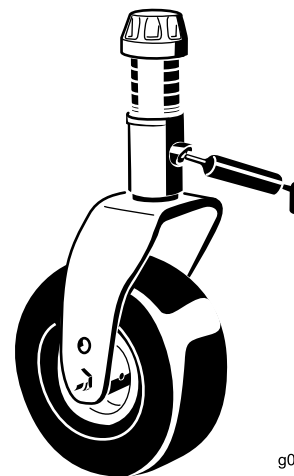

Figure 43
- 2 bagues d'axe de chape de roue pivotante (Figure 43)